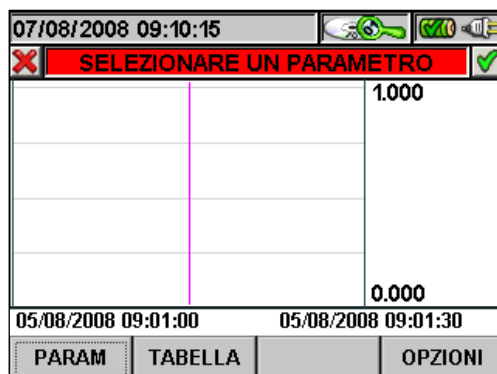

Fig. 159: Seleccionar um Parâmetro
- O botão **ESC** (ou o ícone ) para sair da função e voltar para a Página “Seleccionar um Parâmetro” (Fig. 159).